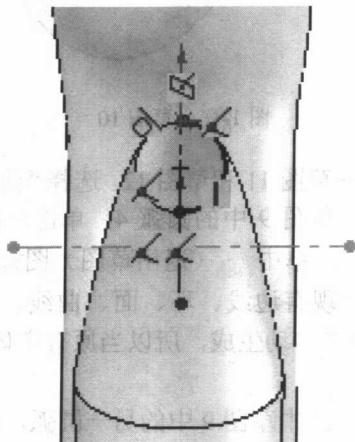

图 1-18 草图 13
① 创建草图 13。选择基准面 4 作为草图绘制平面，单击 (草图绘制) 工具，再单击草图工具栏中的 (三点圆弧) 工具绘制半圆。利用 (添加几何关系) 工具添加所绘半圆与草图 9 中两圆弧端点的相交关系，即与草图 10 重合，如图 1-18 所示。